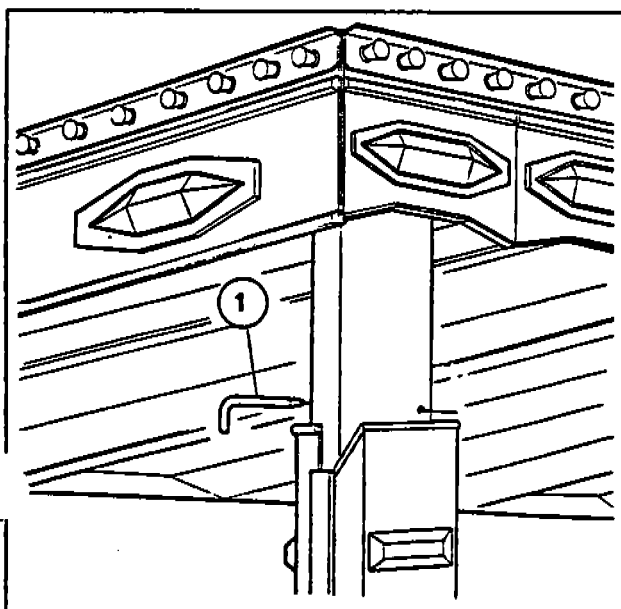

Fig. 15
- Bloccare il tetto nella posizione «ALZATA» inserendo le spine di fermo (1-Fig. 15).